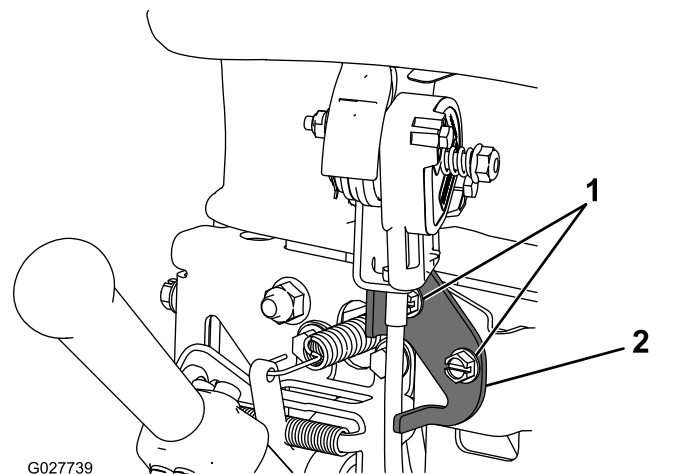

Figura 28
2. Desaperte os dois dispositivos de fixação que prendem a alavanca do acelerador (Figura 28).